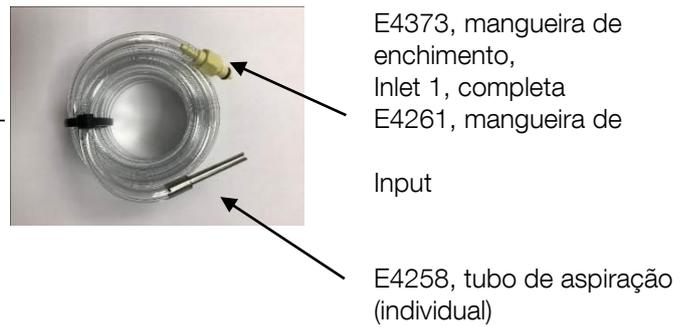

Fig. 7.2.2
- 1 mangueira de enchimento (Ø 7,1 mm) com união, E4373, entrada 1, com tubo de entrada; para o soro fisiológico, fig. 7.2.2